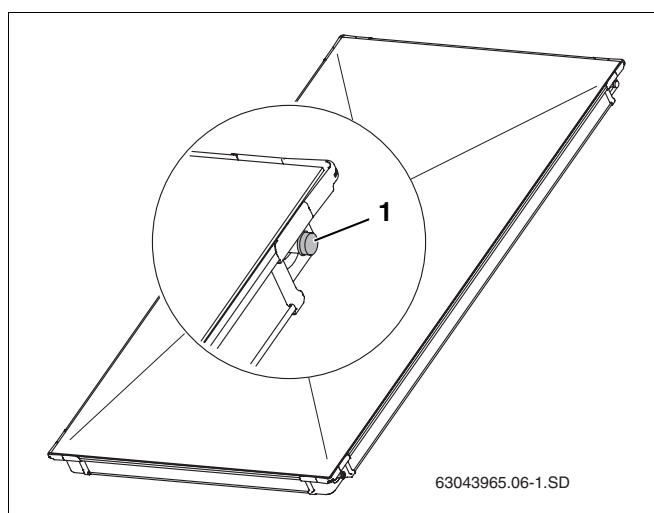

Рис. 5 Пластмассовые крышки на штуцерах коллектора
- Снимите пластмассовые крышки (рис. 5, поз. 1) только непосредственно перед монтажом.